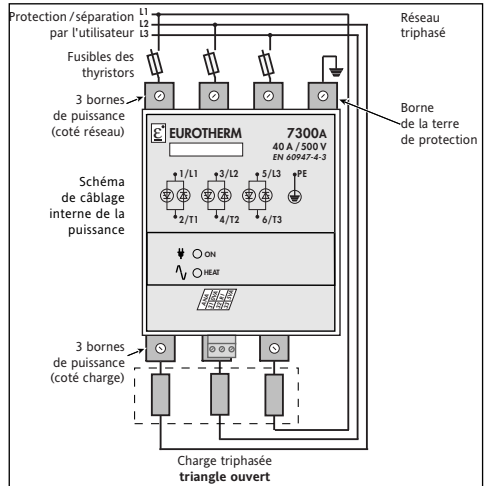

Figure 2-10 Branchement de charge triphasée en Triangle Ouvert (6D)
- triangle ouvert (6 fils de raccordement, codes 6D), figure 2-10